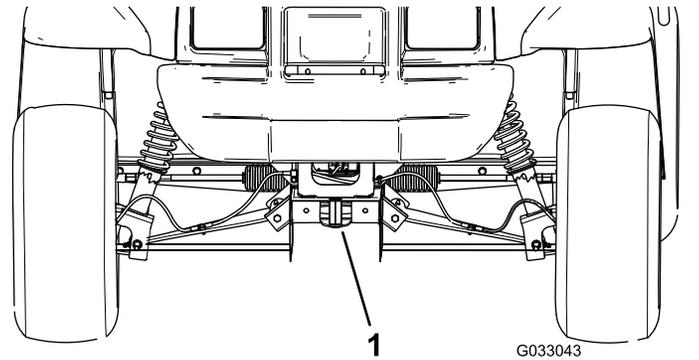
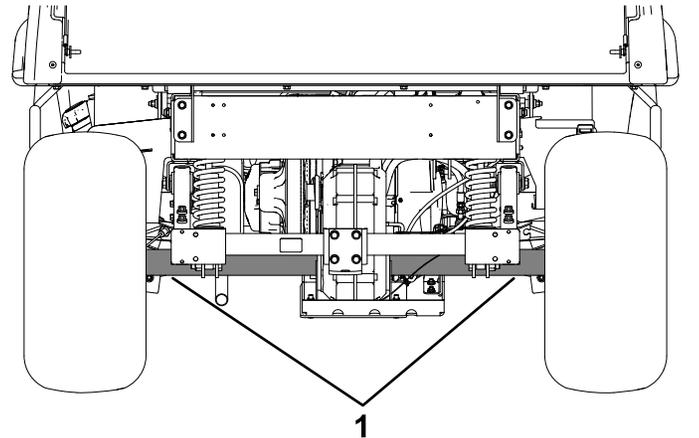

Figure 17
Figure 18
L'emplacement des points d'arrimage sur la machine est indiqué à la Figure 17 et la Figure 18.
2. Accrochez un câble de remorquage à la flèche d'attelage à l'avant du cadre de la machine (Figure 17).